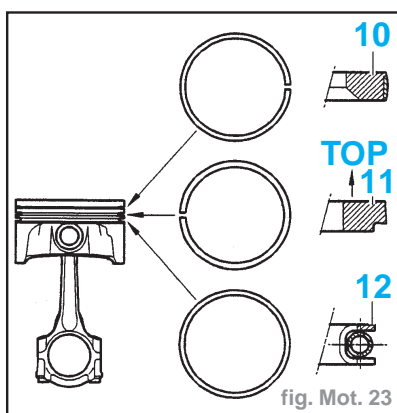

fig. Mot. 23
- La face marquée TOP du segment d'étanchéité (11) doit être orientée vers le haut (fig. Mot. 23).
- Orienter la coupe du segment (11) à 180° par rapport à la coupe du segment (10).